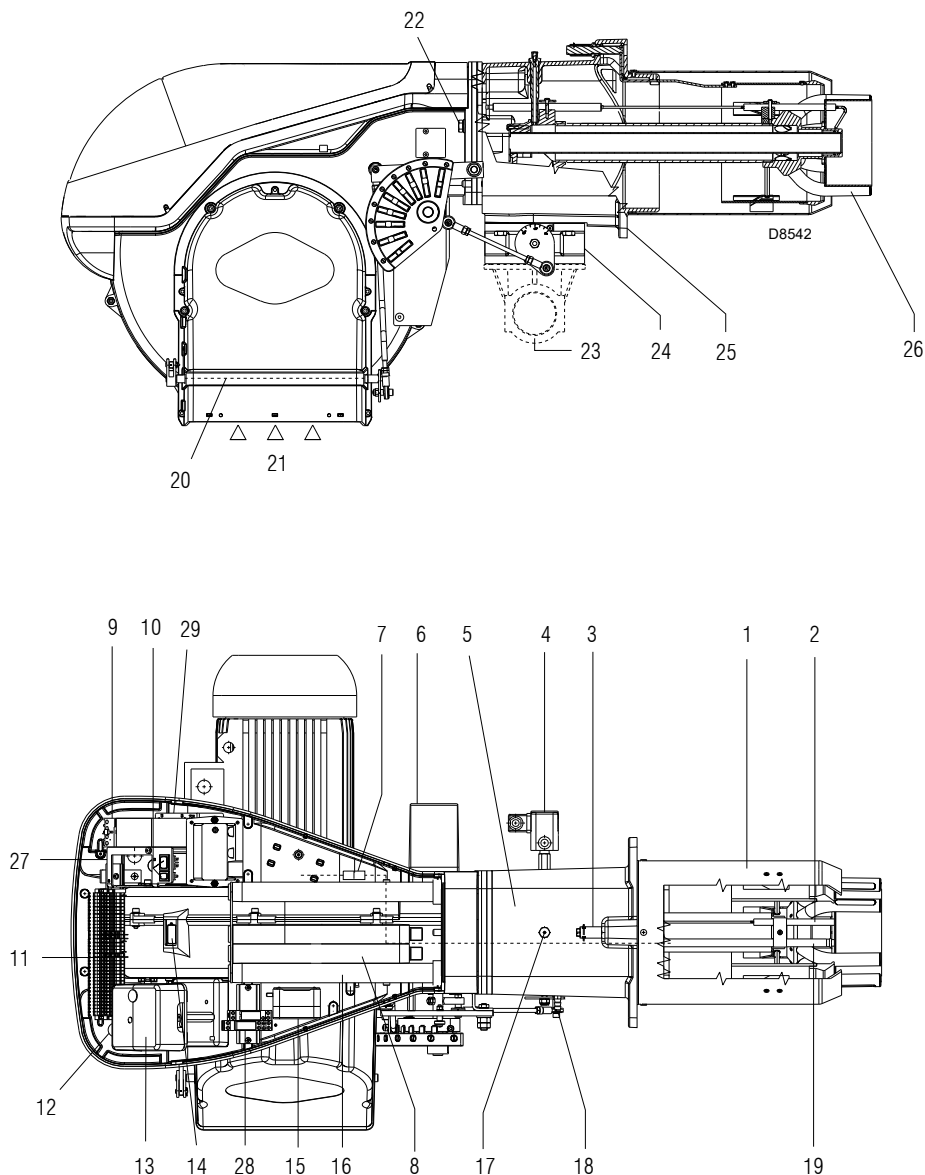

Fig. 7
Rallonges pour glissières 16)(Fig. 7 à la page 14) (modèles avec embout long)	N.2
- Blocage du contrôle flamme :** l'allumage du bouton du contrôle flamme 13)(Fig. 7) signale que le brûleur s'est bloqué. Pour le débloquer, appuyer sur le bouton.
- Blocage du moteur :** pour débloquer, appuyer sur le bouton du relais thermique 9)(Fig. 7).